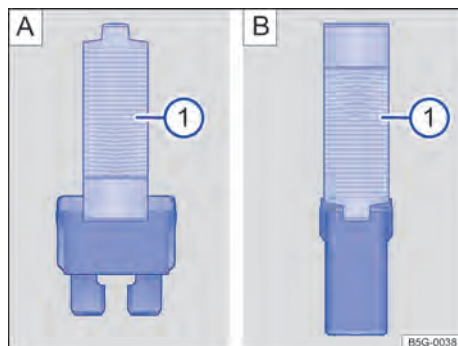

Fig. 148 Retirar ou colocar o fusível com a pinça de plástico: **A**: fusível plano, **B**: fusível de bloqueio.
- Se necessário, retirar a pinça de plástico → Fig. 148 **1** da cobertura da caixa de fusíveis.
- De acordo com a versão do fusível, colocar as garras adequadas do alicate plástico → Fig. 148 **A** **1** ou → Fig. 148 **B** **1** lateralmente no fusível.